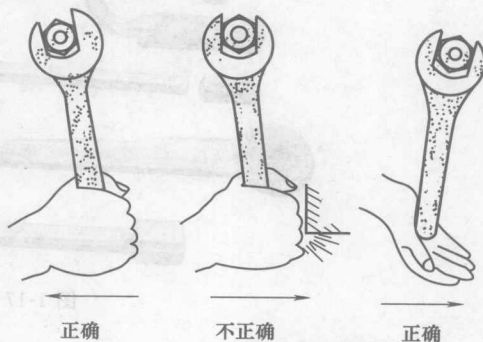

图 1-14 开口扳手使用方法
② 使用开口扳手时,为使扳手不致损坏和滑脱,应使受力大的部位靠近扳口较厚的一边,如图 1-14 所示。